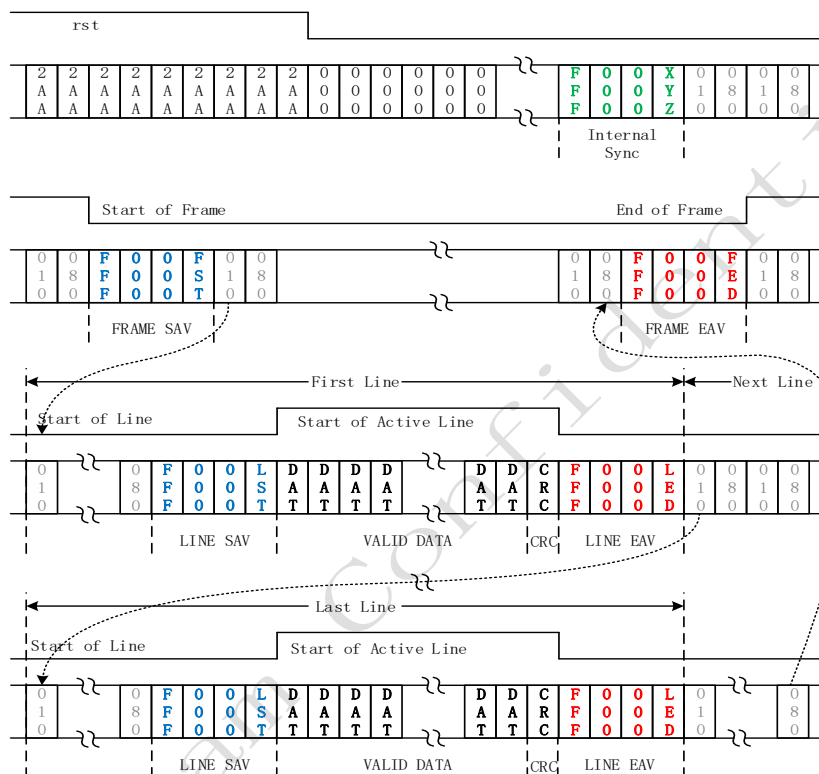

图 1-14 LVDS Mode A 数据结构示意图（10bit/1 lane 为例）
1) Mode A 模式时，输出数据插入帧同步、输出数据插入帧同步、行同步信号。其数据结构如图 1-14 所示（以 10bit、1 个 lane 为例）。其中，Internal Sync 编码是数据字节有效同步码，但一般用 h'010 及 h'080 判断字节同步（双字节同步更精确）；行同步信号。Frame Sav 为帧开始编码；Frame Eav 为帧结束编码；Line Sav 为行开始编码；Line Eav 为行结束编码。相应的编码如下表所示，分别对应 8bit/10bit 情况。需要注意的是，当数据为 10bit 时，默认情况下高八位包含编码信息。当 1/2 个 lane 传输数据时，在 Line Eav 之前，每个 data lane 还包括一个 CRC 校验码；4 个 lane 传输时，在 Line Eav 之前，无 CRC 校验码。